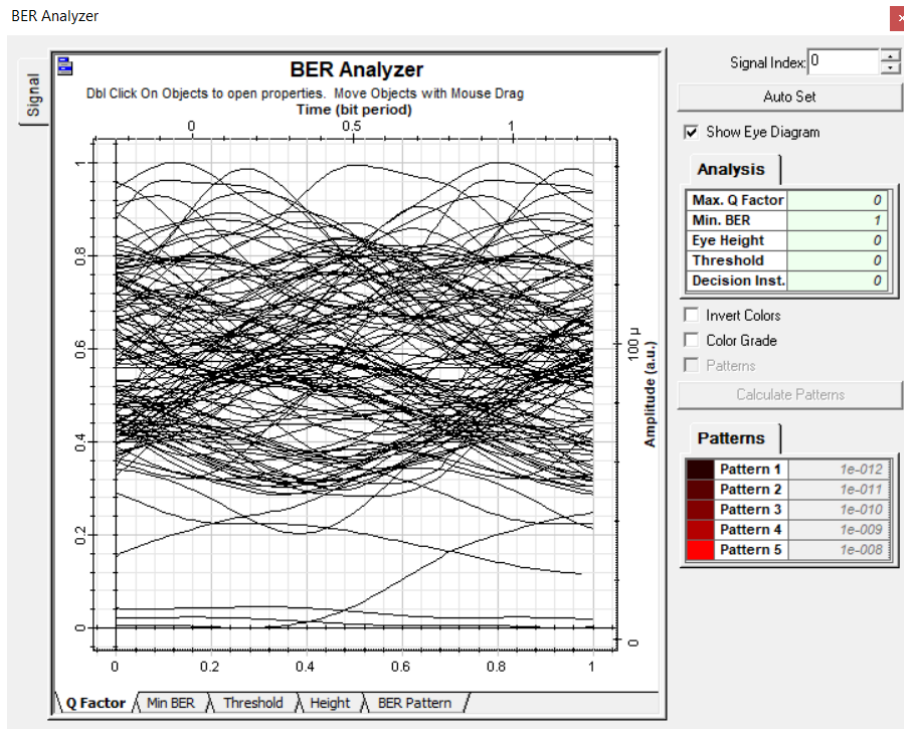

Figura 5: Diagrama del ojo con el uso de fuente LED y fotodetector PIN
- \* Fotodetector PIN: Como se muestra en la figura 5, el diagrama del ojo obtenido en recepción es irreconocible dado que la fuente LED no es suficiente para cubrir la distancia que se pide y la velocidad es demasiado alta para el uso de esta fuente.